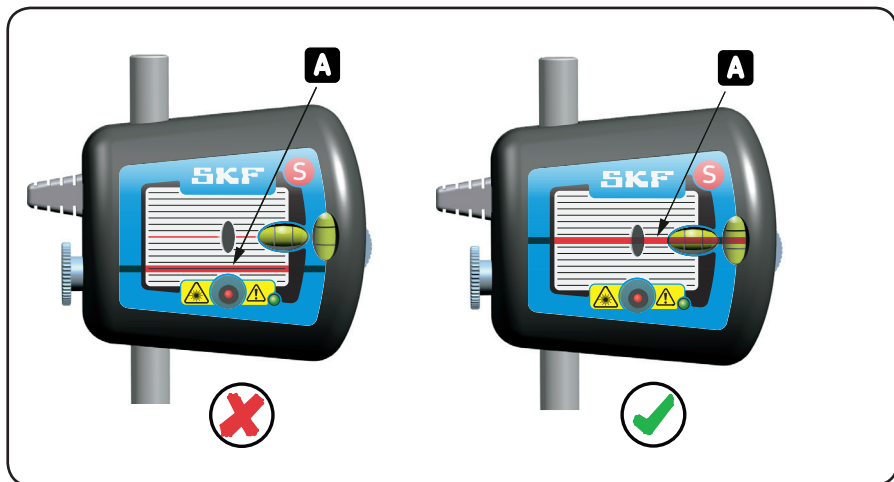

Fig. 9. Centraggio del bersaglio
- b) Puntare i raggi laser in modo che cadano al centro dell'obiettivo dell'unità di rilevamento opposta (fig. 9).